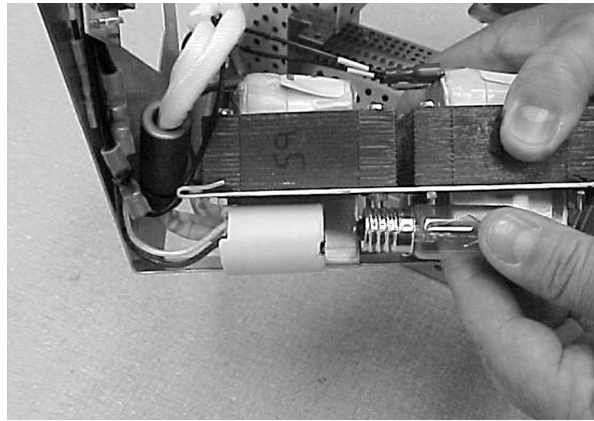

Abb. 5-16 Starterbirne ersetzen
2. Siehe Abbildung 5-16. Das Gewindegewandmaterial vom Sockel der Birne abschneiden oder auf andere Art entfernen, um die Birne auszubauen.